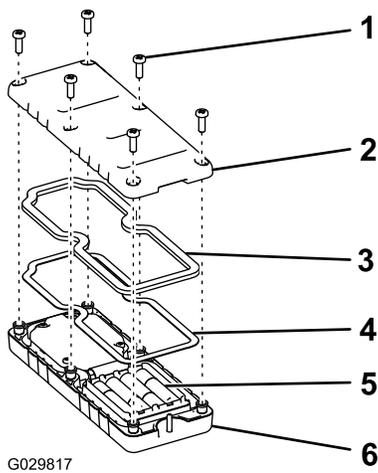

Figure 6
2. Placez chaque pile dans un des emplacements du logement en respectant la polarité (Figure 6).
3. Veillez à bien engager le joint en acier et le joint en caoutchouc dans la gorge de la télécommande puis remettez le couvercle arrière en place (Figure 6).
4. Fixez le couvercle avec 6 vis (Figure 6) serrées à un couple de 1,5 à 1,7 N·m.